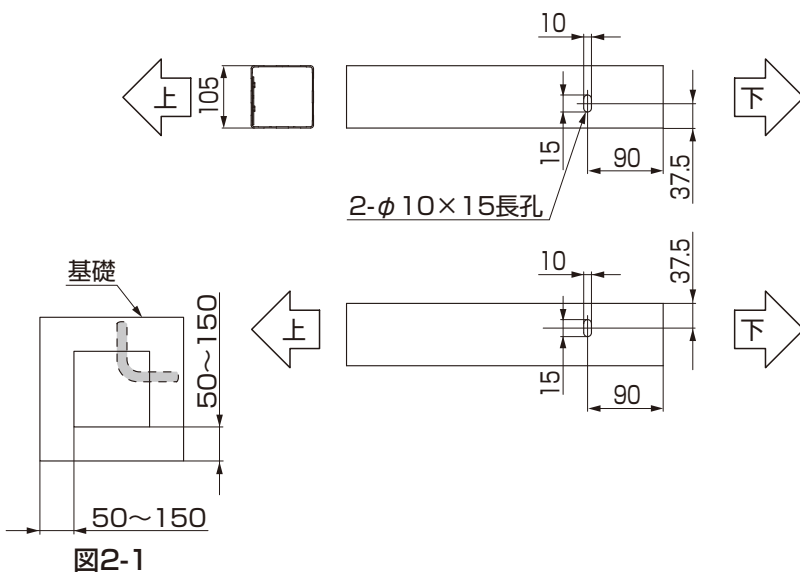

図2-1
- 柱から基礎端部までの距離が50mm～150mmになる場合に実施してください。(図2-1参照)
- 隣り合う2面に加工してください。(図2-1参照)